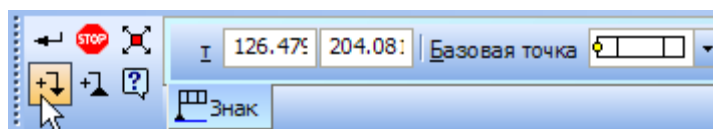

Рисунок 68.
- Нажмите кнопку Ответвление со стрелкой  на Панели специального управления (рис. 68).